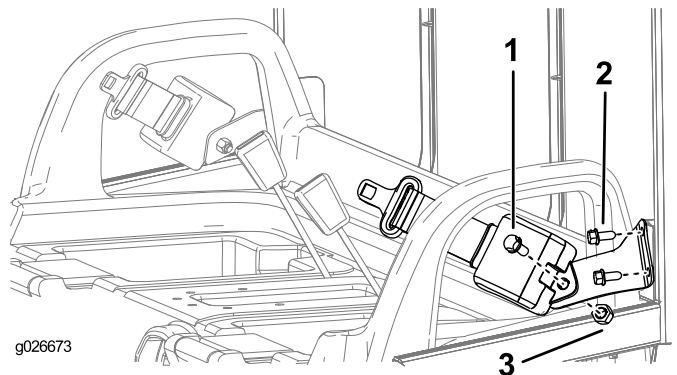

Figure 7
1. Montez un support de ceinture de sécurité sur chacune des pattes du ROPS au moyen de 2 boulons (3/8 po), comme montré à la Figure 7.
3. Fixez l'extrémité rétractable de chaque ceinture de sécurité à chaque support d'ancrage au moyen d'un boulon (7/16") et d'un écrou (7/16"), comme montré à la Figure 7.